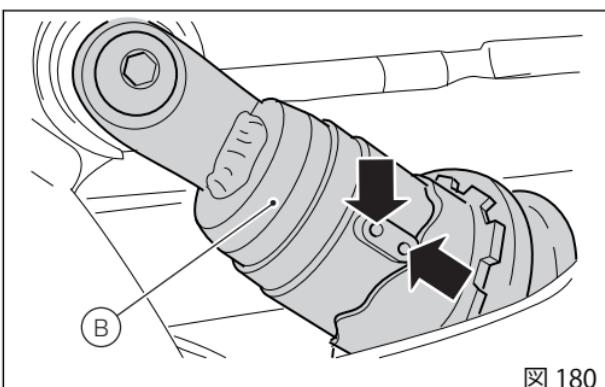

図 180
チェーン張力値は、リアショックアブソーバー (B) が初期状態、すなわちすべて緩めた位置から2クリックの状態にある場合にのみ有効です ((図 180) 参照)。